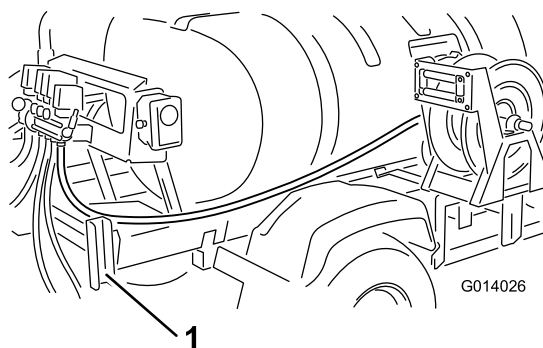

Figura 12
7. Fate passare il flessibile attorno al telaio di montaggio fino alla valvola dell'avvolgitubo installata precedentemente (Figura 12).
6. Disponete il flessibile all'indietro, lungo il telaio del supporto del serbatoio, dentro il parafrangente posteriore destro dentro la canalina di supporto della barra (Figura 12).